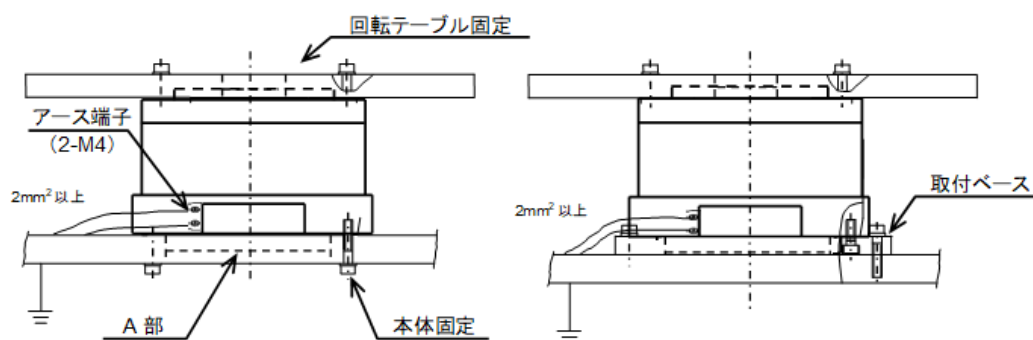

図 2.1 アクチュエータの設置
- 図 2.1 に示す A 部には、位置検出を行う精密部品が組込まれています。